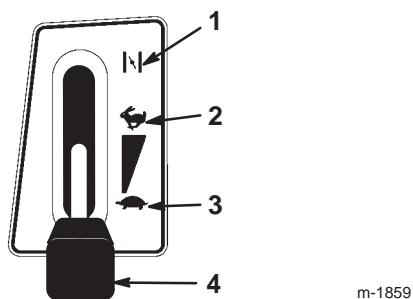

Figure 8
- Placez la manette d'accélérateur en position de starter (Fig. 8).
- Lorsque le moteur a démarré, amenez progressivement la manette d'accélérateur en position de régime maximum (Fig. 8). Si le moteur cale ou hésite, ramenez la manette d'accélérateur en position de Starter pendant quelques secondes, puis placez-la en position de régime maximum. Répétez l'opération si nécessaire.
- Placez la manette d'accélérateur en position de ralenti (Fig. 8).